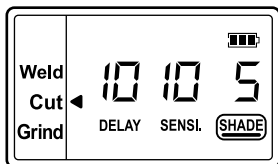

fig.3a
**Mode de découpe - Shade 5 ~ 8 (voir fig.3a)**